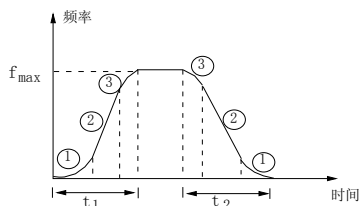

图 5-14 S 曲线加减速
输出频率按照 S 形曲线递增或递减，如图 5-14 所示。
S 曲线起始段时间如图 5-14 中①所示, 这里输出频率变化的斜率从 0 逐渐递增。
S 曲线上段段时间如图 5-14 中②所示, 这里输出频率变化的斜率恒定。
S 曲线结束段时间如图 5-14 中③所示, 这里输出频率变化的斜率逐渐递减到 0。